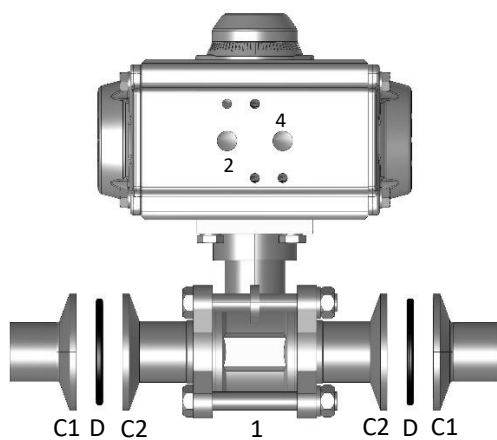

Abbildung 9: Positionierung Clampanschluss
2. Kugelhahnkörper 1 zentral zwischen Rohrleitungen mit Clamps (C1 und C2) ausrichten, s. *Abbildung 9*.